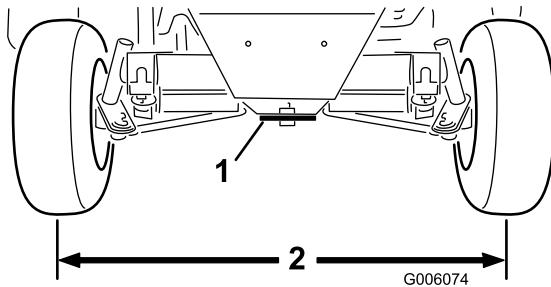

Figura 58
2. Liberte as porcas de aperto que se encontram em cada uma das rótulas de direcção. Ajuste ambas as barras transversais até que a distância centro a centro à frente e atrás das rodas traseiras seja a mesma (Figura 58).